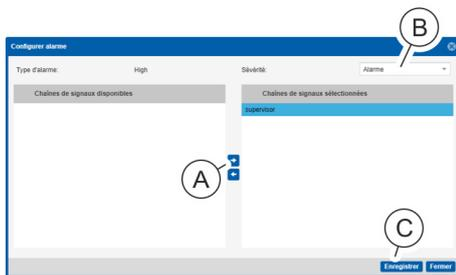

Fig. 134 : Fenêtre « Configurer alarme »
8. ▶ Sélectionner une chaîne de signaux dans la fenêtre « Configurer alarme » et la déplacer au moyen du bouton « → » (Fig. 134 /A) dans le champ « Chaînes de signaux sélectionnées ».
9. ▶ Sélectionner dans le champ de sélection « Sévérité » (Fig. 134 /B) un état d'alarme « OK », « Avertissement » ou « Alarme » pour l'entrée.
10. ▶ Appuyer sur le bouton « Enregistrer » (Fig. 134 /C) pour confirmer la sélection.